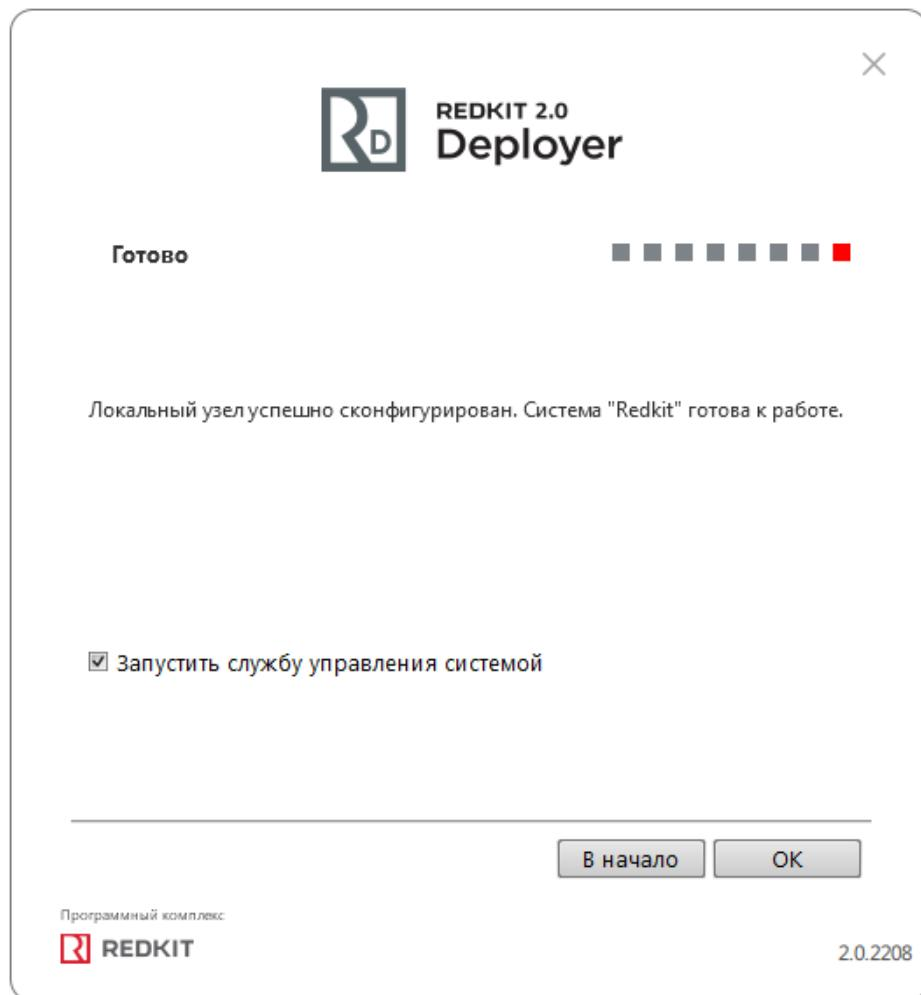

Рисунок 74 - Окончание конфигурации
16. Заполните чекбокс у команды **Запустить службу управления системой** и нажмите **OK** (Рисунок 74). Если ранее уже была установлена система, то сначала появится окно сохранения текущей конфигурации: выполните действия в нем согласно разделу Сохранение текущей конфигурации.